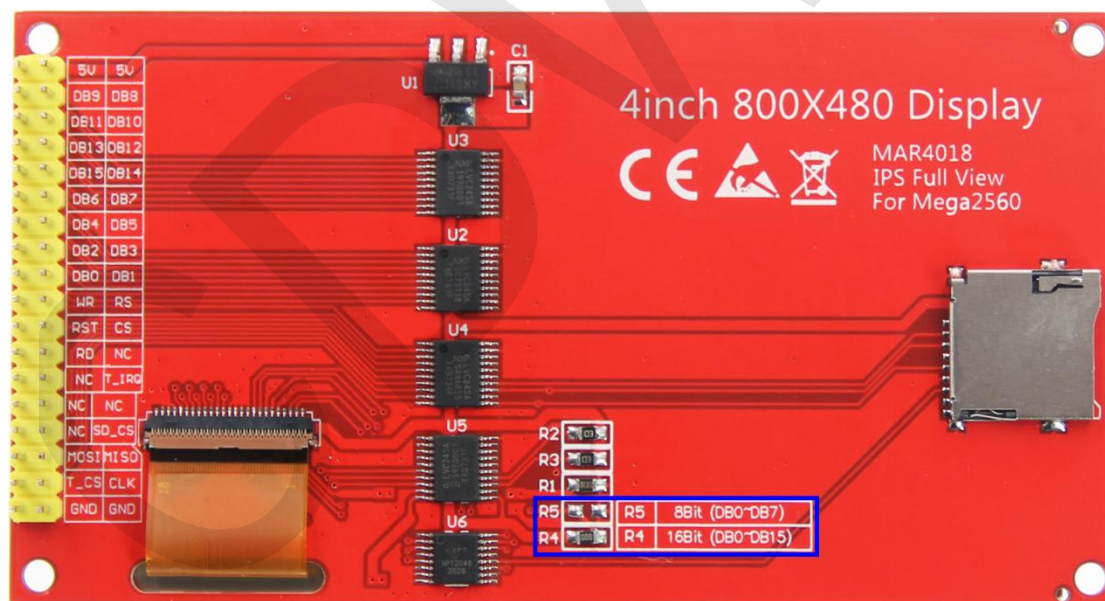

图 1. 模块引脚丝印图
- 该模块硬件支持8位和16位并口数据总线模式切换（如上面图1中蓝框所示），具体说明如下：
8 位和 16 位数据总线模式切换电路用于切换数据总线类型（8 位模式和 16 位模式），具体说明见以上图 1 中红框内所示或者查阅模块电路原理图。